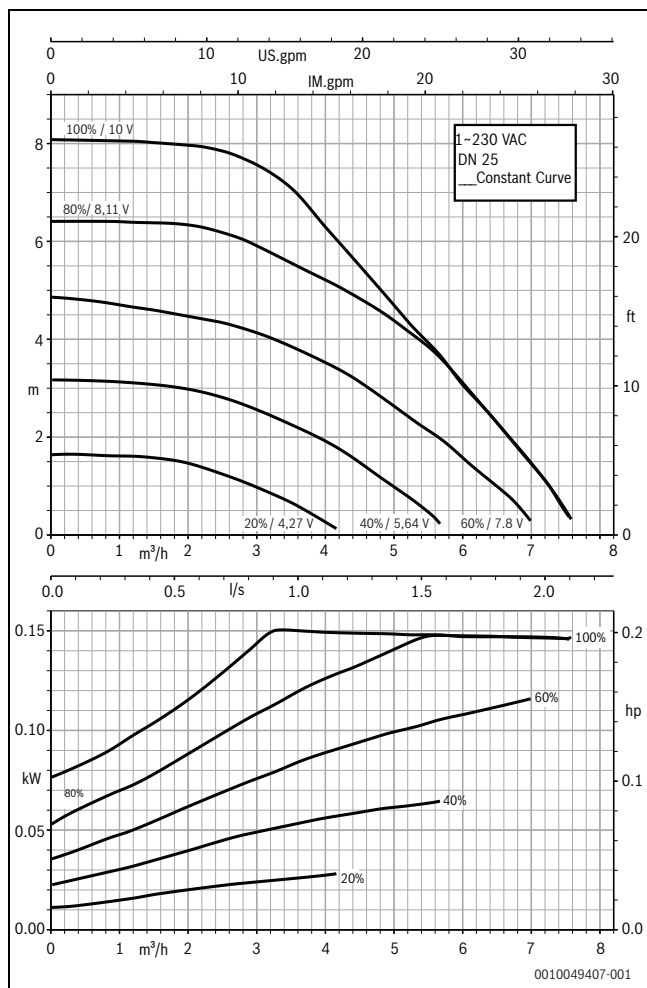

Afb. 8 Display
- Om de gewenste bedrijfsmodus in te stellen, de bedieningsknop minstens 0,5 seconden indrukken, tot het symbool voor de externe instelling (→ afb. 8 [1]) knippert.